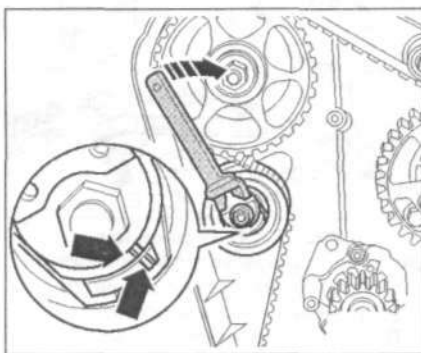

Рис. 7.17. Натяните зубчатый ремень ГРМ. Для этого прокрутите эксцентрик по часовой стрелке с помощью ключа так, чтобы метки совместились (стрелки).
19. Натяните зубчатый ремень ГРМ (рис. 7.17). Для этого прокрутите эксцентрик по часовой стрелке с помощью ключа так, чтобы метки совместились (стрелки).